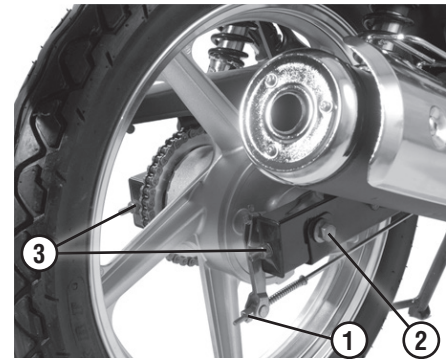

Рис. 13 Регулировка заднего тормоза и натяжения цепи
Вращая регулировочную гайку (рис. 13, поз. 1), отрегулируйте длину тяги таким образом, чтобы свободный ход, измеренный на конце педали заднего тормоза, составлял 20-30 мм.
1. ослабьте гайку оси колеса (рис. 13, поз. 2)
2. равномерно вращая гайки растяжек (рис. 13, поз. 3) на обеих сторонах маятниковой вилки, отрегулируйте необходимое натяжение цепи.